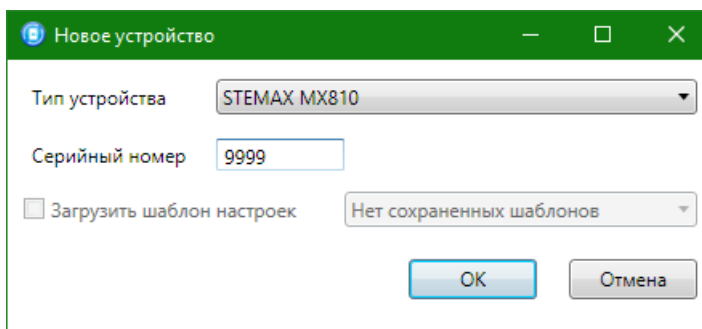

Рис. 5.6. Окно *Новое устройство*
- 2) в открывшемся окне *Новое устройство* (рис. 5.6) выполните следующие действия: